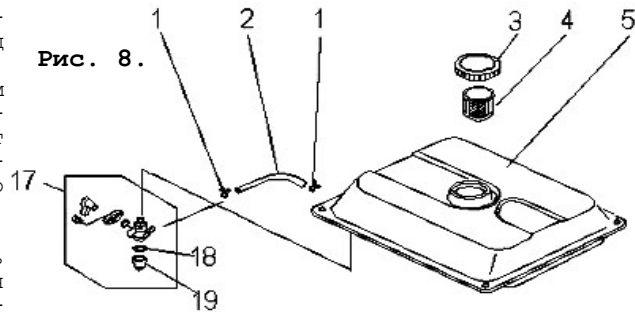

Рис. 8.
9.5.2. Снять крышку бензобака поз. 4 (рис. 8) и колпачок крана подачи бензина поз. 19 (рис. 8), стараясь не повредить уплотнения. Слить остатки топлива во вспомогательную емкость.
9.5.3. Удалить загрязнения с фильтров поз. 18 и поз. 4 (рис. 8) промыванием в легком растворителе (типа №646) и продувкой. Высушить фильтры и установить их на место.
9.5.5. **Внимание!** После заправки убедиться в отсутствии утечек топлива из системы питания. Не запускать двигатель с демонтированными топливными фильтрами. Особое внимание обратить на топливный шланг поз. 2 (рис. 8). При обнаружении запаха газа при активации газовой системы питания не-
9.7.2. Удалить или полностью выработать имеющуюся в баке топливную смесь. Слив производить, сняв колпачок поз. 19 (рис. 8) крана подачи топлива.